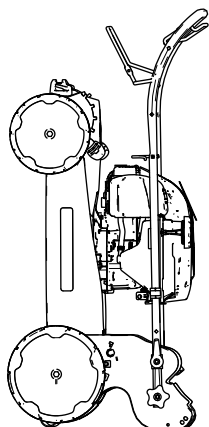

Figura 19
6. Sollevare la parte frontale della macchina utilizzando la stegola e spostarla in uno spazio per il rimessaggio (Figura 19).